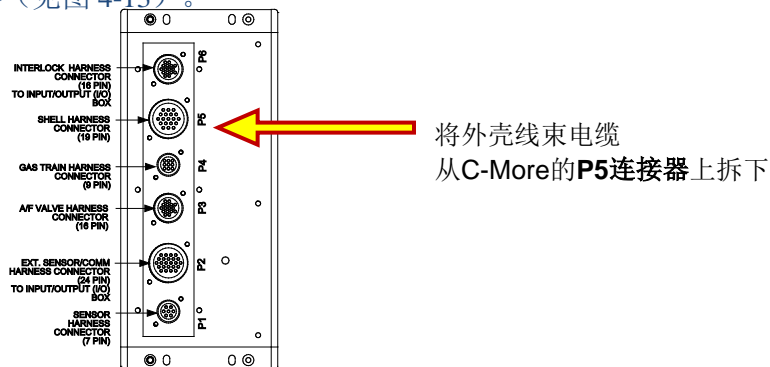

图 4-13: 从C-More的后面板上取下外壳线束电缆
2. 从 C-More 控制器后面板上的 P-5 (内接头) 连接器上卸下 shell (外壳) 线束电缆 (外接头) 连接器 (见图 4-13)。